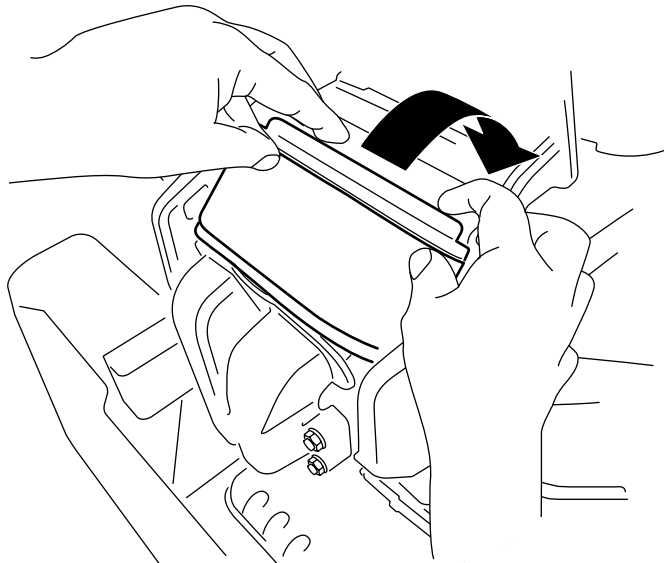

Figure 41
3. Tournez le filtre vers le bas dans la chambre et appuyez-le parfaitement contre le collecteur (Figure 41).